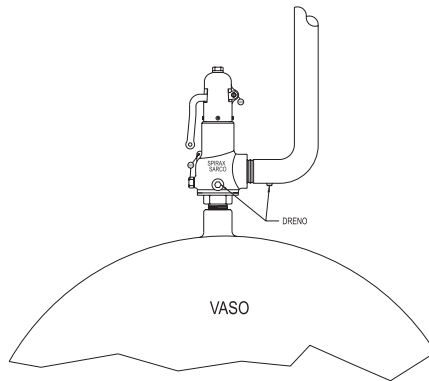

Figura 05
- Em aplicações , segundo o código **ASME Seção I** (Ex.: caldeiras) nenhum tipo de válvula deve ser instalada entre a Válvula de Segurança e atmosfera (**Figura 05**).